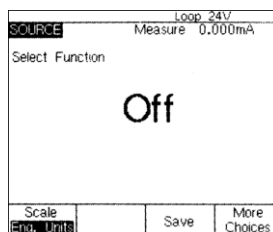

图 23
7、按“MEAS/SOURCE”键一次，你将得到输入/输出同时显示的屏幕模式（图 23）。